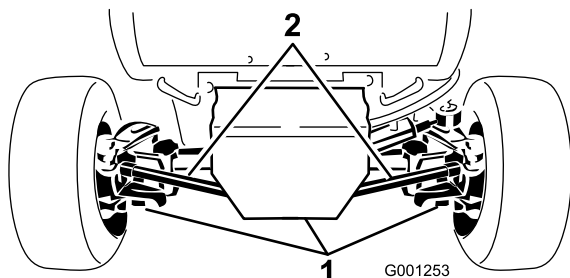

Figura 64
2. Limpie la zona alrededor de los tres tapones de vaciado (Figura 64).